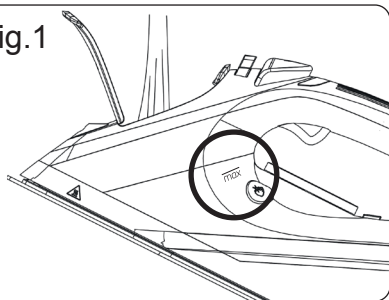

Fig.2
- Seleccionar la máxima temperatura de la plancha, girando el en sentido horario el regulador de temperatura de la plancha. (Fig 2)
- Pasar la plancha de arriba abajo pulsando el mando vapor (B). Importante: para el algodón y el lino se aconseja poner la base de la plancha en contacto con el tejido. Para otros tejidos más delicados se aconseja tener la base de la plancha a unos centímetros de distancia.